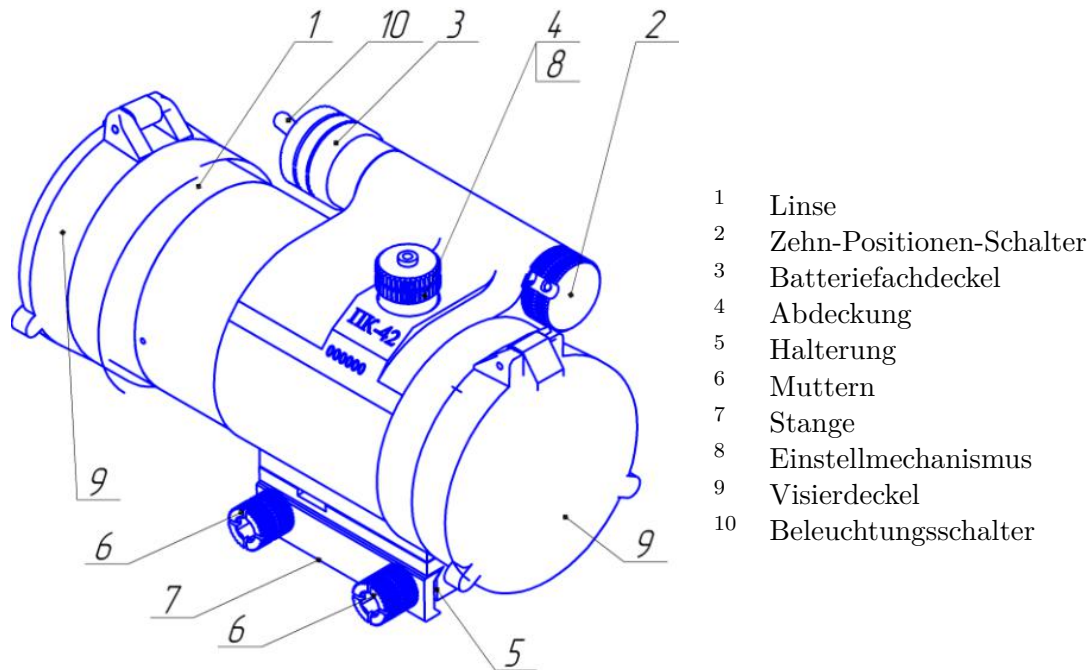

Abbildung 1: Aufbau des PK-42
Das Einschalten und die stufenweise Einstellung der Helligkeit des Absehen erfolgt durch den Kippschalter (10), der sich auf dem Deckel des Batteriefachs (3) befindet und durch das Drehen des Schalters (2) (siehe Abbildung 1).